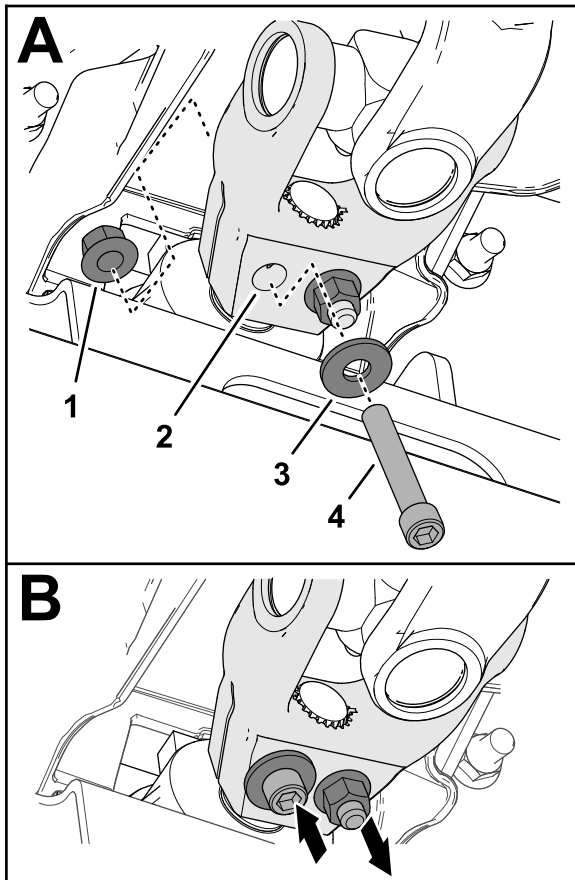

Figura 19
6. Montate un bullone senza dado a brugola ($\frac{3}{8}$ " x $2\frac{1}{4}$ ") attraverso una rondella ($\frac{3}{8}$ ") e il foro nella forcella dell'albero di trasmissione (Figura 19), e fissate il bullone senza dado con un dado di bloccaggio flangiato ($\frac{3}{8}$ ").
7. Montate un bullone senza dado a brugola ($\frac{3}{8}$ " x $2\frac{1}{4}$ ") attraverso una rondella ($\frac{3}{8}$ ") e il foro nella forcella dell'albero di trasmissione dalla direzione opposta (Figura 19), e fissate il bullone senza dado con un dado di bloccaggio flangiato ($\frac{3}{8}$ ").